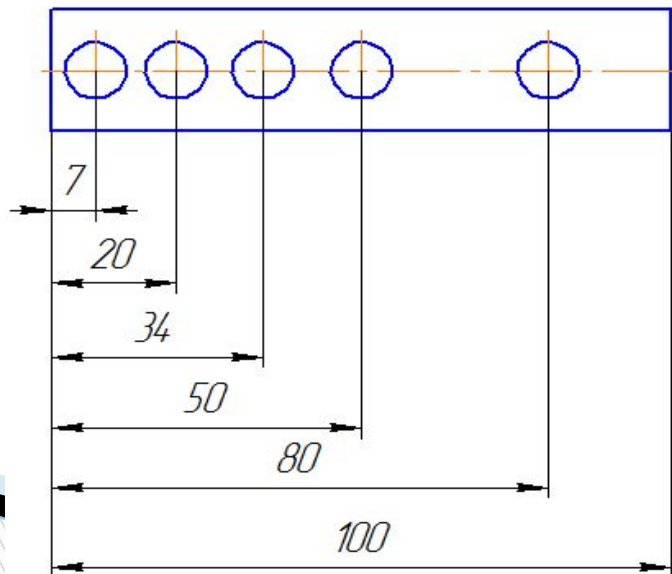

Рисунок 3.24
- 1. **от общей базы (Рисунок 3.24); в качестве базовой поверхности выбрана левая поверхность планки, от которой проставлены размеры всех отверстий.**